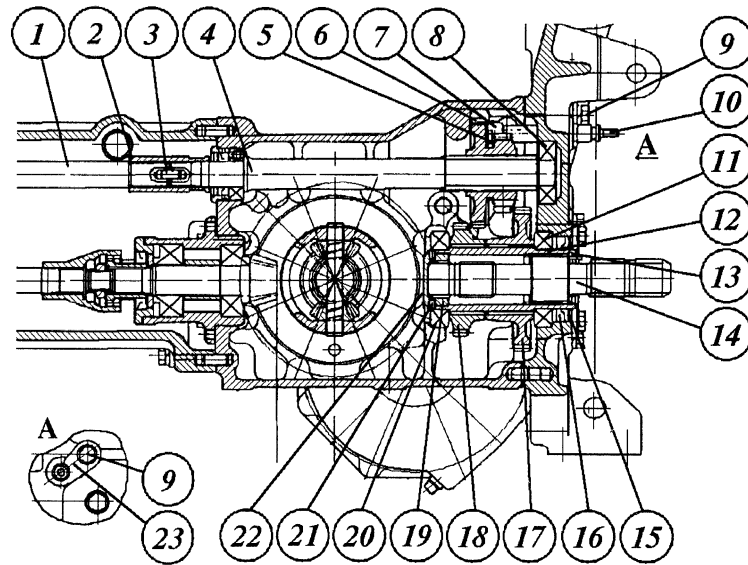

Рис. 32 Задний ВОМ
Задний ВОМ состоит из вала 1 привода и редуктора, который включает (рис. 32): вал 4, подвижную блок-шестерню 6, шестерни 17, 18, установленные на валу 12, который вращается на подшипниках 11, 20, заглушку 22 и двухсторонний хвостовик 14, установленный в шлицах вала 12 и зафиксированный в нем стопорным кольцом 13.
Зависимый привод ВОМ осуществляется от ведомого диска сцепления через вал 1, (рис. 32), зубчатый венец 10, шестерню 15, втулку 16, шестерни 17, 24, вал привода ВОМ 25 коробки передач и далее, вал 1 (рис. 32), втулку 2 на вал 4 редуктора ВОМ и через редуктор – на хвостовик ВОМ. При этом частота вращения вала 4 редуктора ВОМ зависит от частоты вращения коленчатого вала двигателя, а при выключении сцепления привод ВОМ выключается.
Для переключения на синхронный привод ВОМ подвижная шестерня 24 (рис 32) коробки передач вводится в зацепление с шестерней 31, установленной на выходном валу 33. Синхронный привод осуществляется от вала 33 через шестерни 31 и 24, вал 25 коробки передач и далее через вал 1 (рис. 32), втулку 2 на вал 4 редуктора ВОМ. При этом частота вращения вала редуктора (и, соответственно, хвостовика ВОМ) пропорциональна числу оборотов задних колес трактора.
1. Снять стопорное кольцо 13 (рис. 32).
Для создания силы трения оси 5 постоянно поджимаются к диску 6 пружинами 4. В зависимости от направления вращения ведомой шестерни 2 собачка 12 входит в зацепление с муфтой 8 одним из упоров (А или В). Если задние колеса трактора вращаются с буксованием менее 4%, то муфты 8 обгоняют ведомую шестерню 2, а собачки 12 вынуждены "пощелкивать" по четырем выступам муфт 8. При достижении буксования задних колес более 4%, поступательное движение трактора замедляется, угловые скорости муфт 8 и ведомой шестерни 2 выравниваются. При дальнейшем увеличении буксования задних колес крутящий момент начнет передаваться от ведомой шестерни 2 через собачки 12 на муфты 8 и через сдвоенные карданные шарниры 18 (рис. 32) к редукторам передних колес. Подшипники дифференциала регулируются с натягом так, чтобы усилие, приложенное к наружному торцу зубьев ведомой шестерни 2 для проворачивания дифференциала (без зацепления с ведущей шестерней главной передачи) в подшипниках было в пределах 55... 75 Н (5,5... 7,5 кгс) после предварительного проворачивания дифференциала на 4-5 оборотов. Регулировка производится в следующем порядке: